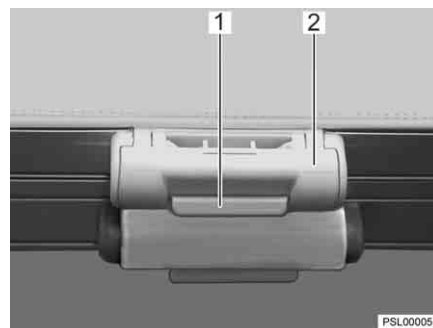

Bild 21 Rollo-Verriegelung am Multidach
- Das Insektenschutzrollo am Griff (Bild 21,2) festhalten und die Entriegelungsleiste (Bild 21,1) am Griff drücken. Die Verriegelung wird gelöst.